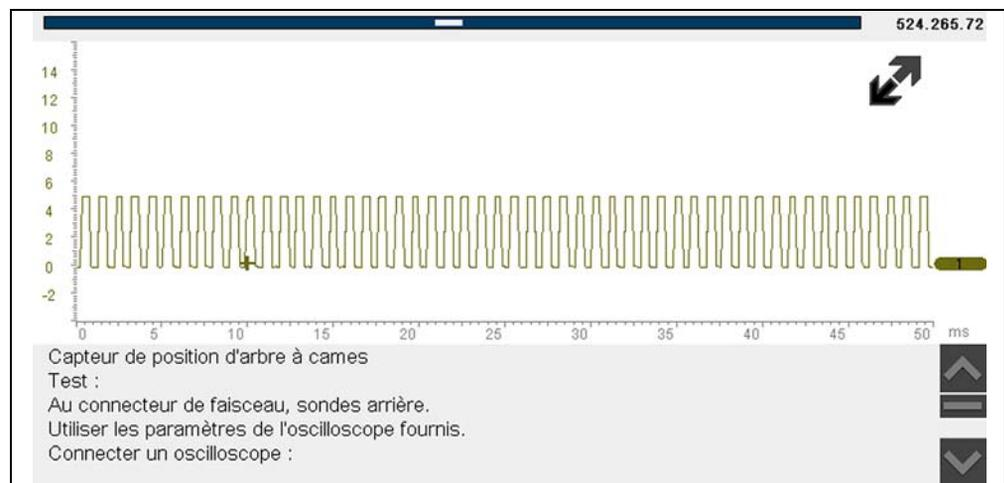

Figure 8-5 Exemple d'écran de test
- Sélectionnez une option dans la liste. L'écran de test apparaît (Figure 8-5).